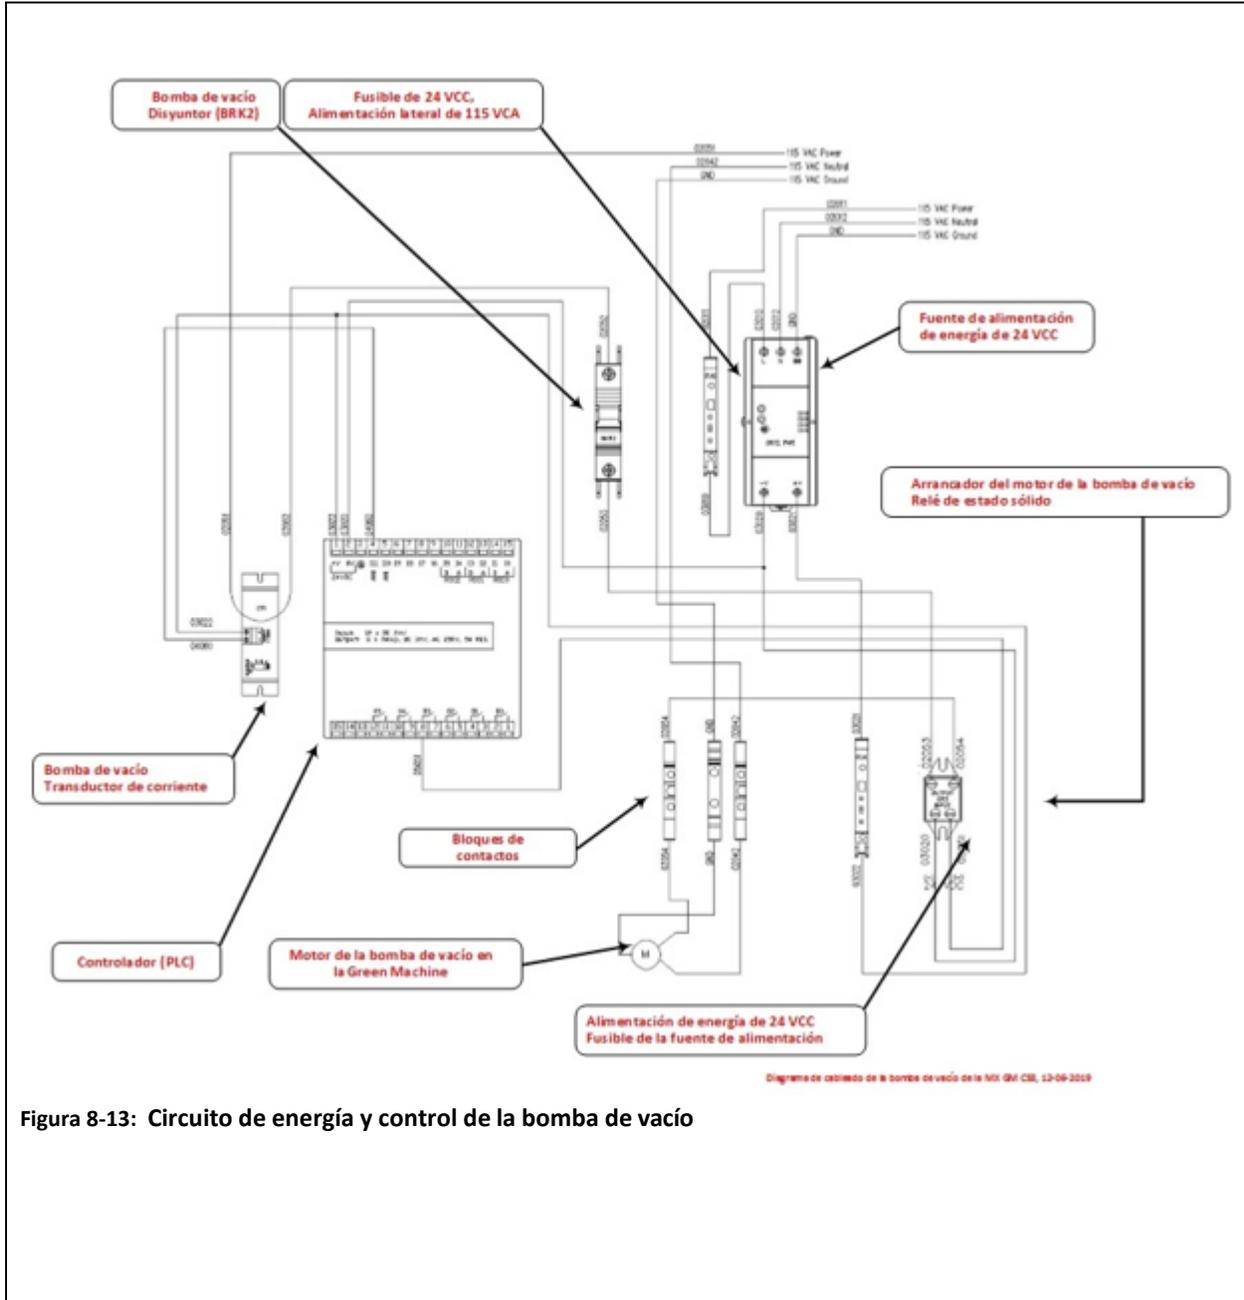

Figura 8-13: Circuito de energía y control de la bomba de vacío
<p>1.</p>	<p>1. Compruebe si se ha desconectado el disyuntor de la bomba de vacío (BKR2) en el panel de control. Vea la Figura 8-13.</p> <ol style="list-style-type: none"> a) Apague la alimentación de energía al panel de control de VST mediante el interruptor de alimentación de energía ubicado en la parte frontal del panel de control de VST. (La alimentación, y los cables de tierra y neutro estarán completamente desconectados de la GREEN MACHINE). b) Siga los procedimientos de bloqueo y etiquetado de seguridad antes de empezar con el trabajo. c) Abra la puerta delantera del panel de control d) Compruebe el disyuntor BRK2 para ver si se desconectó: <ul style="list-style-type: none"> • Si la palanca del disyuntor está hacia arriba y la ventana está en ROJO, el disyuntor no se ha desconectado. • Si la palanca del disyuntor está hacia abajo y la ventana está en VERDE, el disyuntor se ha desconectado. e) Si el disyuntor no se ha desconectado, vaya al Paso 2. f) Si el disyuntor de la bomba de vacío se ha desconectado, mueva la palanca hacia arriba para reiniciar el disyuntor. g) Cierre la puerta delantera del Panel de control. h) Encienda el interruptor de alimentación en el frente del panel de control y vuelva a instalar el gancho a presión. Se encenderá el PLC en la pantalla principal. i) Presione el botón de mantenimiento en la pantalla táctil del PLC. j) Ingrese 878, luego presione el botón de retorno. k) Ahora estará en la pantalla de mantenimiento. l) El botón de reiniciar la alarma del motor estará en ROJO. Presione el botón. Reiniciar la alarma del motor para que se reinicie la alarma m) Presione ESC en el PLC para regresar a la pantalla principal y se borrará la alarma. n) La GREEN MACHINE ahora se encuentra en modo de operación normal y funcionará si la presión del UST es superior al punto configurado. o) NOTA: SI EL DISYUNTOR DE LA BOMBA DE VACÍO SE SIGUE DESCONECTANDO, AVANCE AL PASO 2.
4.	<p>Compruebe el circuito del cableado de la bomba de vacío dentro del panel de control de VST. Vea la Figura 8-13.</p> <ul style="list-style-type: none"> ● Revise físicamente las conexiones del cableado de la bomba de vacío en la caja de conexiones de la bomba de vacío y el panel de control de VST para asegurar que las conexiones estén ajustadas y conectadas correctamente.